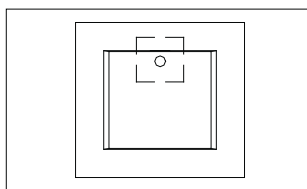

Figure 2
3. Positionner le lavabo sur la surface d'appui et vérifier que le renvoi d'eau soit bien dégagé et que le lavabo soit dans sa position finale. (Figure 2)